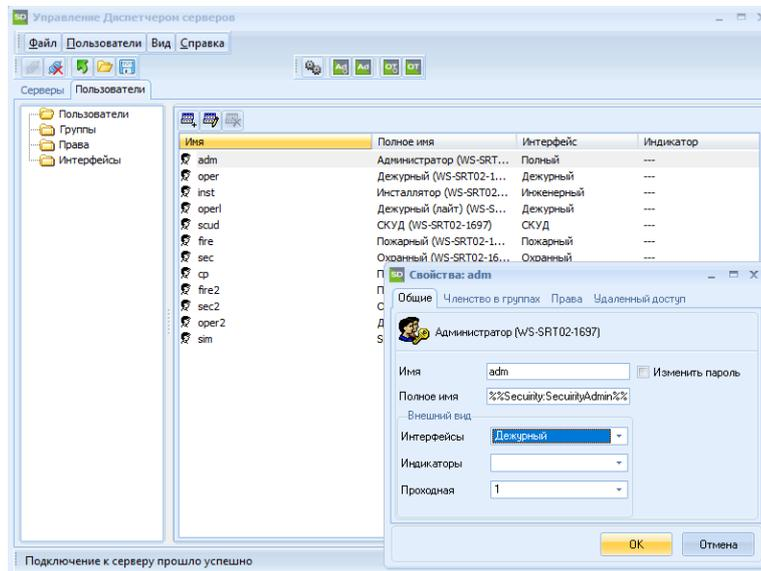

Рисунок 3.35 – Назначение интерфейса «Дежурный» и проходная «1» пользователю
- В открывшемся окне «Свойства пользователя» в поле **Проходная** выбрать нужный вариант проходной и нажать кнопку ОК (рисунок 3.35).